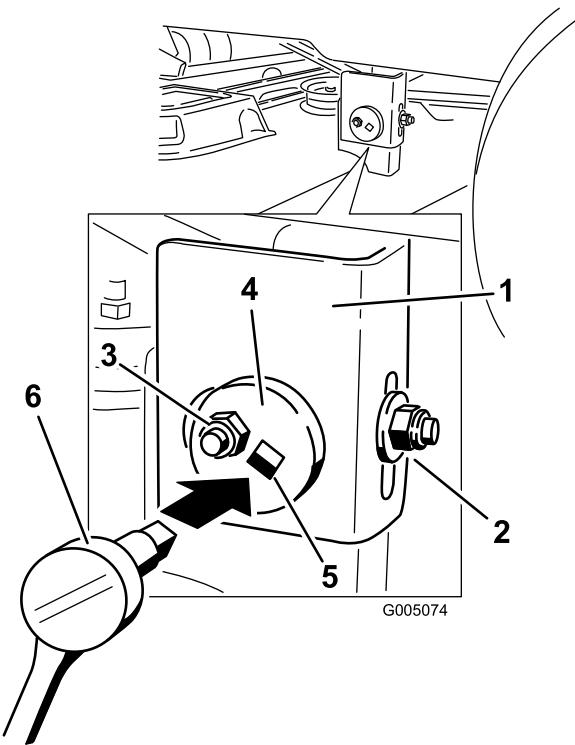

Figura 52
- Mueva al lado izquierdo de la máquina. Afloje, pero no retire, la tuerca de bloqueo trasera de la barra de soporte (Figura 52).
- Afloje la tuerca de bloqueo lateral de la barra de soporte lo suficiente para permitir ajustar la placa excéntrica (Figura 52). Utilice una llave de extensión de 3/8 pulgada de una llave de tubo para manipular la placa excéntrica. Utilice la llave para ajustar la altura de la plataforma del cortacésped a la altura deseada.
- Cuando la plataforma esté en la posición deseada, apriete la tuerca de bloqueo lateral de la barra de soporte para fijar la posición nueva (Figura 52). Apriete la tuerca de bloqueo trasera de la barra de soporte.